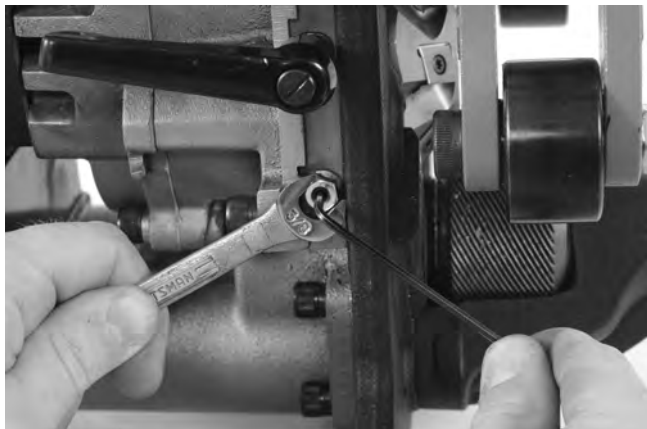

Figura 27 – Ajuste de la placa de deslizamiento
5. Mantenga bloqueados los tornillos de montaje con la llave hexagonal y luego apriete las contratueras (Figura 27).